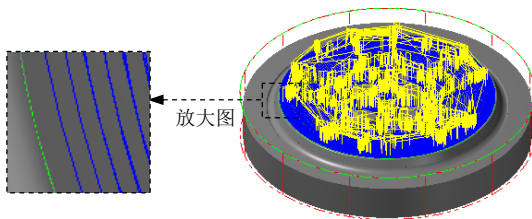

图 15.21 刀具路径
(1) 在“曲面残料粗加工”对话框中单击 **残料加工参数** 选项卡, 在 **Z 轴最大进给量** 文本框中输入值 0.5。
(2) 在 **两区段间的路径过渡方式** 区域选中 **高速回圈** 单选项, 然后在 **斜插长度** 文本框中输入值 3.0。
(3) 选中 **✓ 切削顺序最佳化** 复选框和 **✓ 进/退刀/切弧/切线** 复选框, 然后在 **圆弧半径** 文本框中输入值 3.0。
Step10. 单击“曲面残料粗加工”对话框中的 **✓** 按钮, 同时在图形区生成图 15.21 所示的刀具路径。